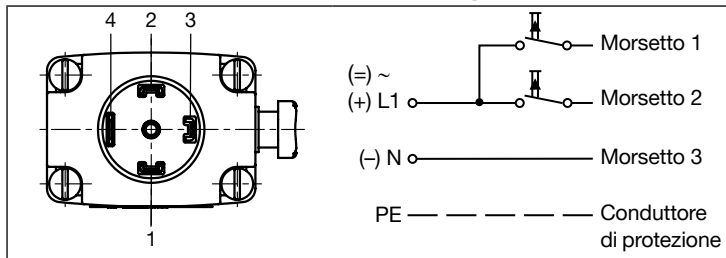

Fig. 8: Schema del circuito
- Valvole ad impulsi (variable code CF 02) da collegare come indicato in "Fig. 8: Schema del circuito". L'impulso sul terminale 1 chiude la valvola, l'impulso sul terminale 2 apre la valvola.